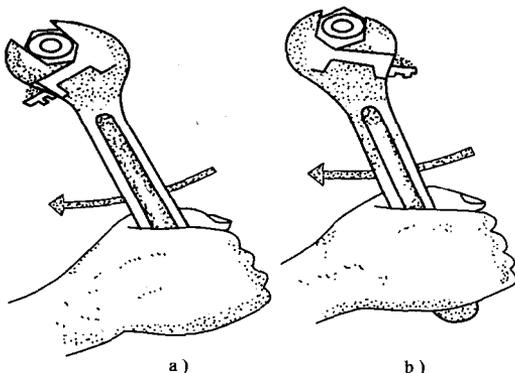

图 1-13 活动扳手的使用
(1) 用途 活扳手用于拆装不规则的螺母或螺栓。
(2) 使用方法及注意事项 使用活扳手时, 应将活动钳口调整合适; 工作时应使扳手可动部位承受推力, 固定部分承受拉力, 并且用力应均匀, 如图 1-13 所示。